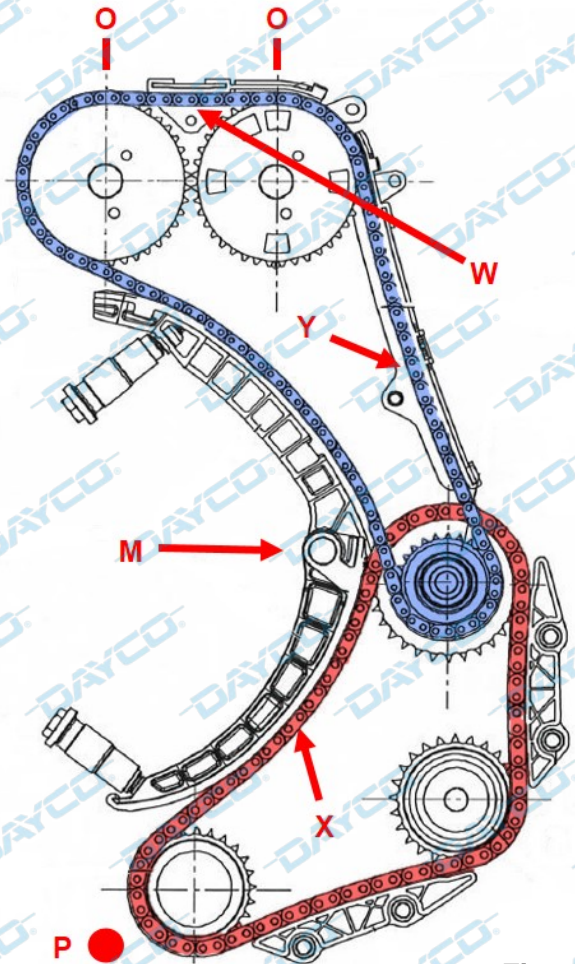

Fig. 1
CATENA DOPPIA DA 3/8" 84 MAGLIE - TCH1023 (comando pompa olio, Fig.1 in ROSSO)
- Verificare che gli attrezzi di bloccaggio degli alberi a camme (O) e dell'albero motore (P) siano correttamente installati (Fig. 1).
- Posizionare i nuovi ingranaggi di comando pompa alta pressione G e comando pompa olio-idroguida F; installare la catena di trasmissione inferiore nel seguente ordine: albero motore, pompa olio, pompa alta pressione accertandosi che la catena non risulti in tensione nel ramo X (Fig. 1), verificare accuratamente il corretto posizionamento delle maglie sugli ingranaggi con doppia dentatura.
CATENA SINGOLA 122 MAGLIE - TCH 1022 (comando distribuzione Fig.1 in BLU)
- Posizionare la catena seguendo l'ordine: ingranaggio conduttore, ingranaggio albero a camme di aspirazione e ingranaggio albero a camme di scarico. Accertarsi che il ramo Y (Fig. 1) sia teso.
- Serrare la vite di fissaggio dell'albero a camme di aspirazione **C** alla coppia di 110 Nm, verificare che la catena risulti in tensione nel ramo **W** (Fig. 1) e serrare l'ingranaggio albero a camme di scarico **D** alla coppia di 110 Nm.